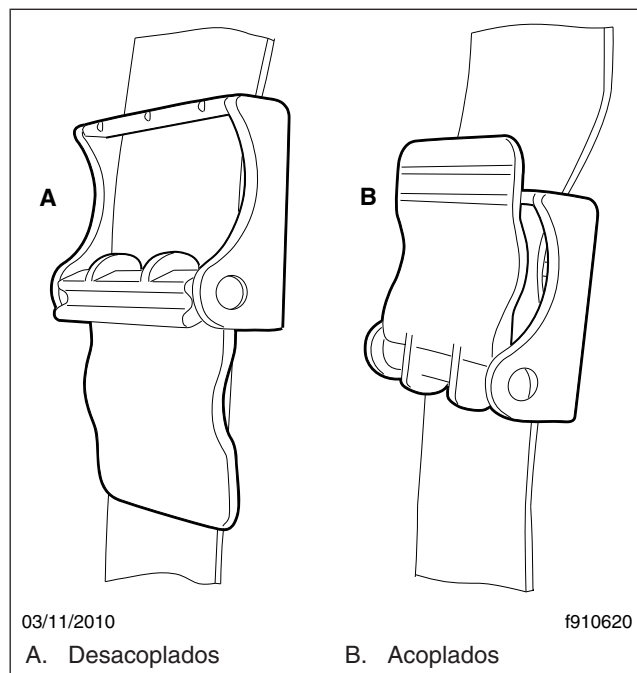
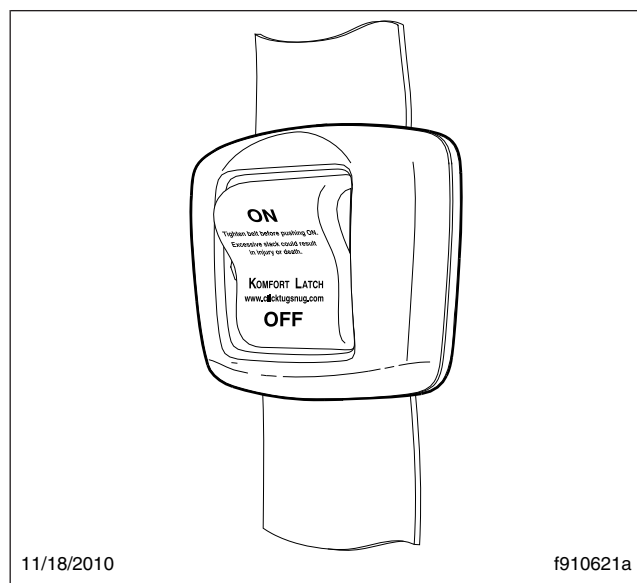

Figura 7.6, Cierre Komfort Latch
Figura 7.7, Cierre Sliding Komfort Latch
Cuando están abrochados y se usan correctamente, los cierres Komfort Latch (Figura 7.6) y Sliding Komfort Latch (Figura 7.7) introducen una pequeña cantidad de holgura en el cinturón de seguridad, lo cual da por resultado un viaje más cómodo.
*Si hay un cierre Sliding Komfort Latch equipado, asegúrese de que la correa de hombro quede ajustada al torso. Sin aflojar la correa de hombro, mueva el interruptor del cierre Sliding Komfort Latch a la posición "ON". Vea la **Figura 7.7**. Para activar el cierre, inclínese hacia adelante hasta oír un chasqueo. Esto dejará una holgura de 1 pulgada (2.5 cm) entre su torso y la correa de hombro. Una vez trabado, el cierre le*